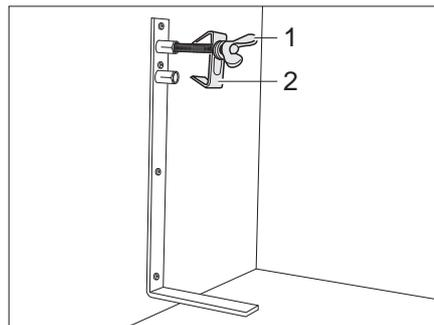

Bild 189 Ersatzrad-Halterung
- Die Schraube (Bild 189,1) lösen und mit der Zentrierung (Bild 189,2) abnehmen.